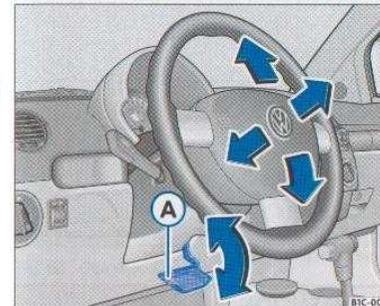

Fig. 63 Ajuste de la posición del volante
- Tire hacia abajo de la palanca ⇒ fig. 63 A situada debajo de la columna de dirección ⇒ ⚠.
- A continuación, tire con fuerza de la palanca ⇒ fig. 63 A hacia arriba ⇒ ⚠.